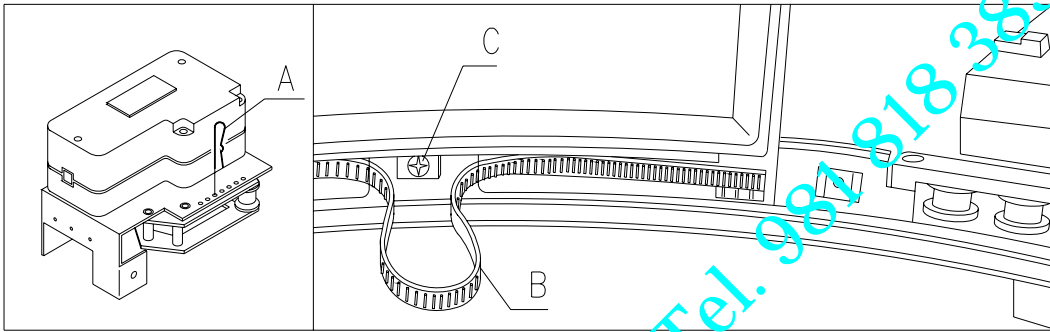
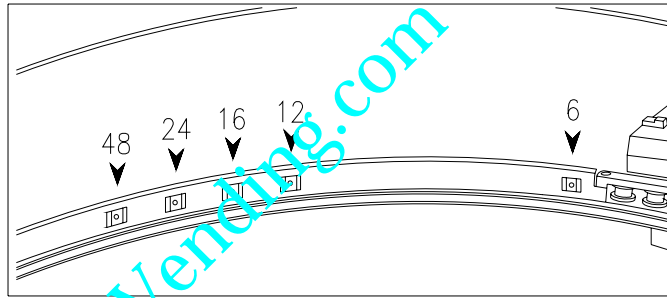

FIG. 12
FIG. 13
8.7 REGULACIÓN DE LA APERTURA DE LAS VENTANILLAS FIG. 12 - FIG. 13
6. La FIG. 13 muestra las posiciones relativas al tope en las varias configuraciones, 6-12-16-24-48 compartimentos.